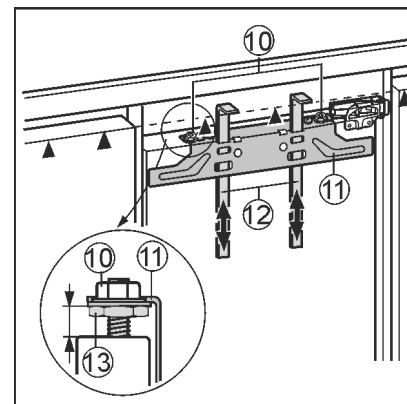

Fig. 17
- ▶ Desplace hacia arriba las ayudas de montaje Fig. 17 (12) a la altura de la puerta del mueble. Canto inferior de tope ▲ de la ayuda de montaje = canto superior de la puerta del mueble que se ha de montar.
- ▶ Desatornille el travesaño de fijación Fig. 17 (11) mediante las contratuercas Fig. 17 (10).